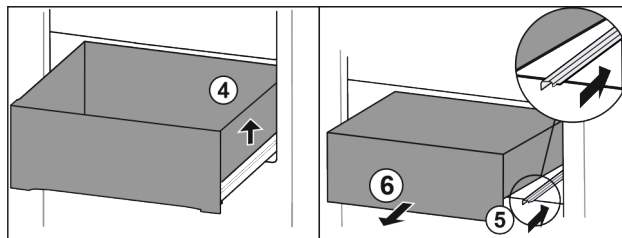

Fig. 114
- ▶ Unieść szufladę po prawej. Fig. 114 (4)
- ▶ Wsunąć prawą szynę. Fig. 114 (5)
- ▶ Wyjąć szufladę do przodu. Fig. 114 (6)